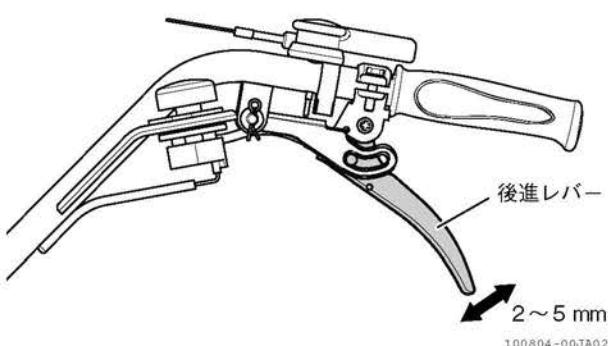

図 4-27 後進レバーの点検のしかた
3. 後進レバーを握らない状態で、後進レバー端に2mm～5mm程度の遊びがあることを確認します。（図 4-27）